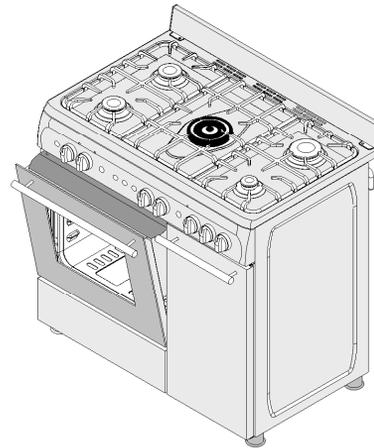

Figura 3
4. Fixe o painel de Segurança entre o forno e a tampa frontal e feche suavemente a tampa. (Figura 3)